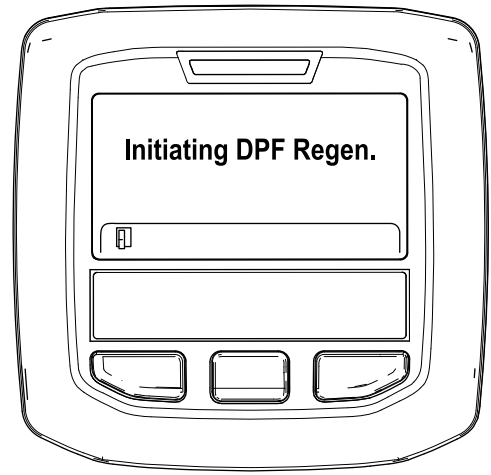

Figura 54
- A. Viene visualizzato il messaggio "Inizializzare Rigen. FAP" (Figura 54).